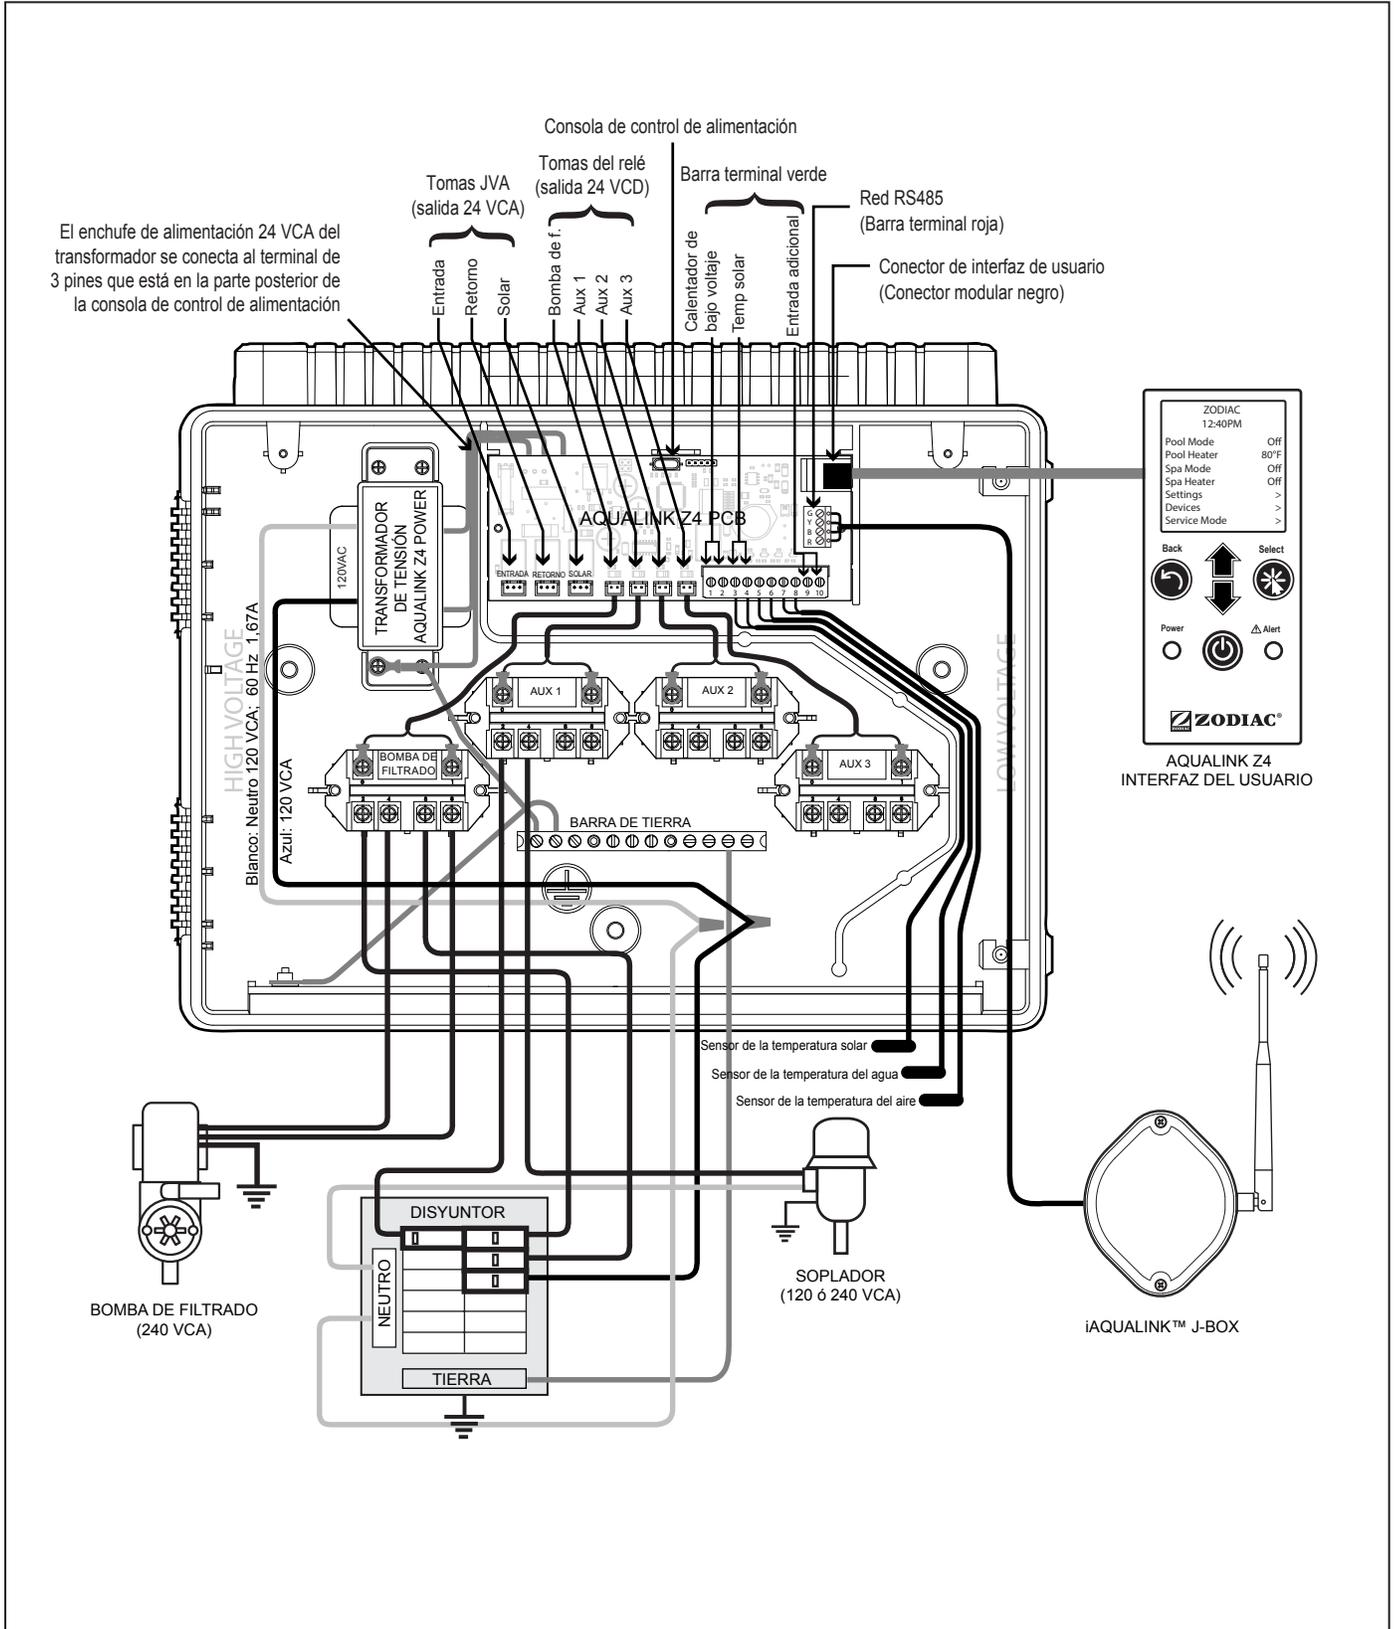

Figura 2. Diagrama del cableado del controlador AquaLink Z4
**NOTA:** Consulte la *Figura 2. Diagrama del cableado eléctrico de AquaLink Z4* para conocer las ubicaciones y conexiones específicas del cableado.
Conecte los sensores de temperatura en el conector verde de 10 clavijas (consulte la Figura 2. Diagrama del cableado). El sensor de temperatura del aire viene instalado de fábrica en el conector verde de 10 clavijas (clavijas 7 y 8). Se incluye el sensor de temperatura del agua y los artículos necesarios para la instalación.
Si se han instalado equipos de bajo voltaje adicionales, tales como un calentador de bajo voltaje, conéctelo a las clavijas 1 y 2 del conector verde de 10 clavijas (consulte la Figura 2. Diagrama del cableado).
Conecte el dispositivo iAquaLink al conector rojo RS-485 (consulte la Figura 2. Diagrama del cableado).
3. Enchufe los JVA como se muestra en la Figura 2. Diagrama del cableado.